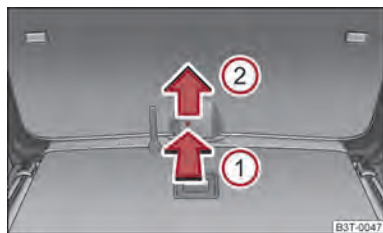

Fig. 24 Desbloqueo de emergencia de la tapa de maletero
- Introduzca un destornillador o una herramienta similar hasta el tope en la abertura en el revestimiento en dirección de la flecha ① ⇒ fig. 24.
- Desbloquee la tapa hacia arriba en la dirección de la flecha ②.